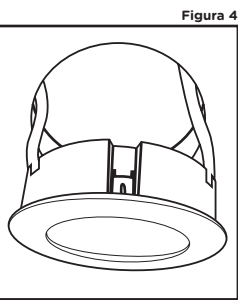
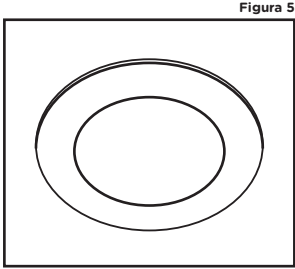

Figura 4
Figura 5
- Pase los cables de los discos de iluminación LED a través de los orificios (ver la **Figura 4**) y presione el disco de iluminación LED en el orificio de montaje hasta que quede totalmente apoyado (ver la **Figura 5**).